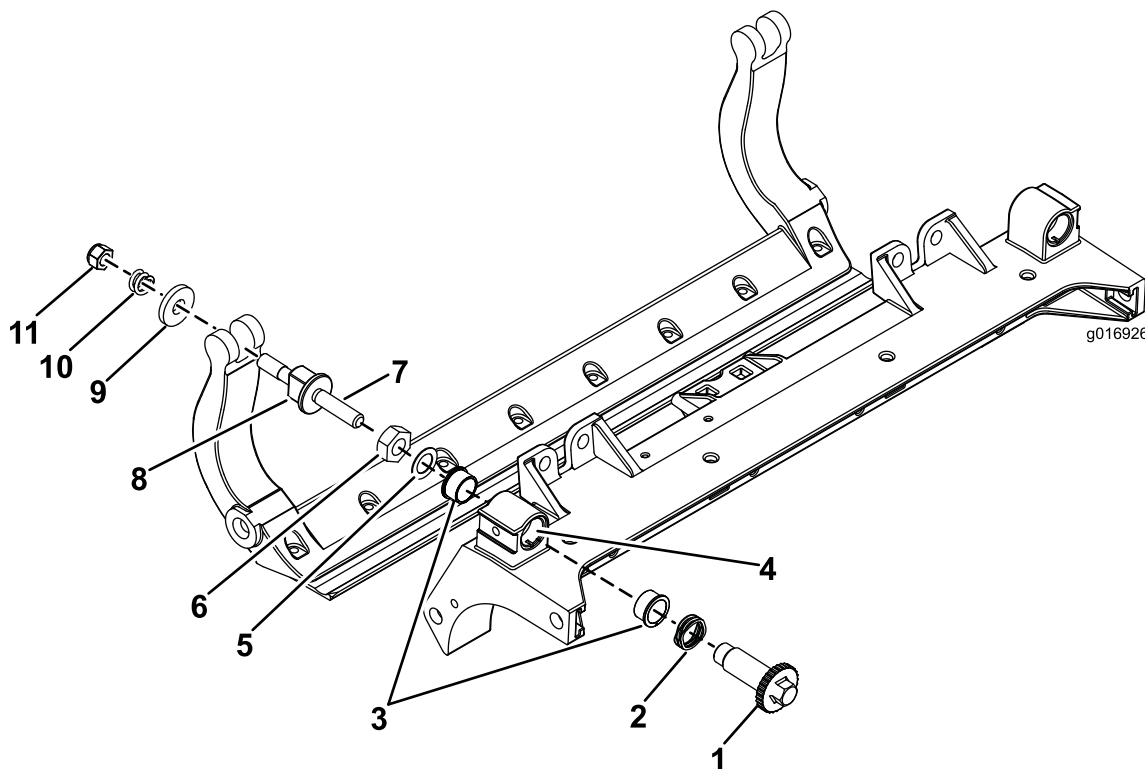

図 33
1. 全部のパーツを取り外すHD DPA キットモデル 120-7230の 取り付け要領書および 図 33を参照。
2. カuttingユニットのキャリアフレームのブッシュ挿入穴に固着防止コンパウンドを塗布する 図 33。
3. フランジブッシュのキーとフレームのキー溝を揃えて、ブッシュを挿入する 図 33。
4. アジャスタシャフトにウェーブワッシャを通し、アジャスタシャフトをCuttingユニットのフレームのフランジブッシュに通す 図 33。
5. 平ワッシャとロックナットでアジャスタシャフトを固定する 図 33。ホイールナットを 20-27 N・m 15-20 ft-lb=0.17-0.23 kg・mにトルク締めする。
注 サイドプレートのボスの両側にナイロンワッシャを入れる。その外側からスチール製ワッシャを取り付ける 図 33。